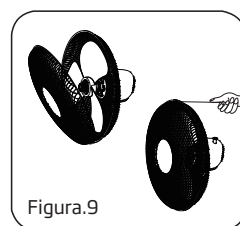

Figura.9
3. Aperte a grade dianteira e a grade traseira pelo grampo da grade e, em seguida, aperte o parafuso de fixação da grade do ventilador e a porca. (Figura. 9)